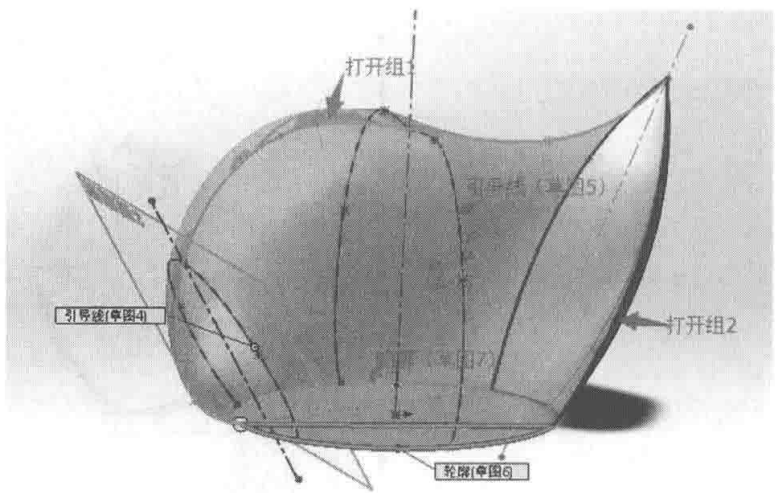
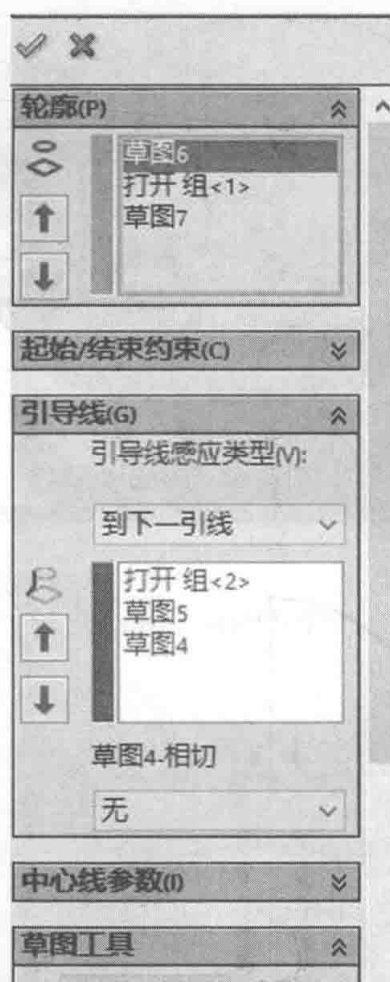

图 3-58 放样曲面轮廓引导线选择
图 3-59 放样曲面轮廓引导线选择
(7) 选择“放样曲面”命令，轮廓分别依次选择“草图 6→开环放样曲线打开组 1→草图 7”，引导线选择“打开组 2”、“草图 5”、“草图 4”，注意：选择开环曲线时要用 SelectionManager，圆顶如图 3-58 和图 3-59 所示。